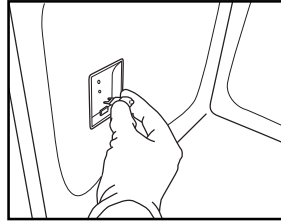

Fig. 9
4. Remplacez l'ampoule (voir Remarque pour en connaître le type) (Fig. 9).